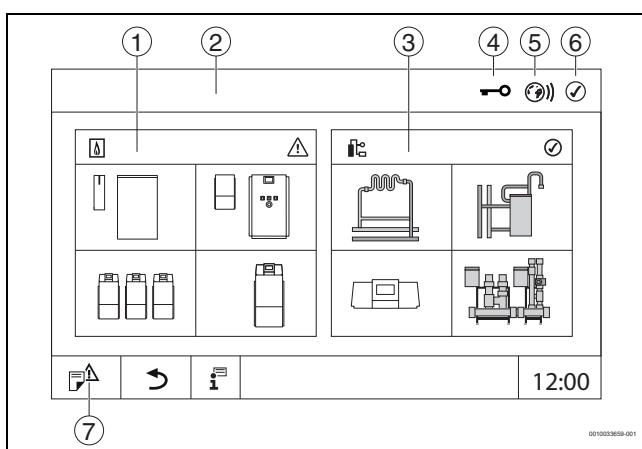

Рис. 11 Обзор системы (пример)
- Коснитесь установка (→ рис. 11, [3], стр. 15). Откроется обзор системы с подключенными функциями и системами управления (подчиненная система управления (подсистема)).